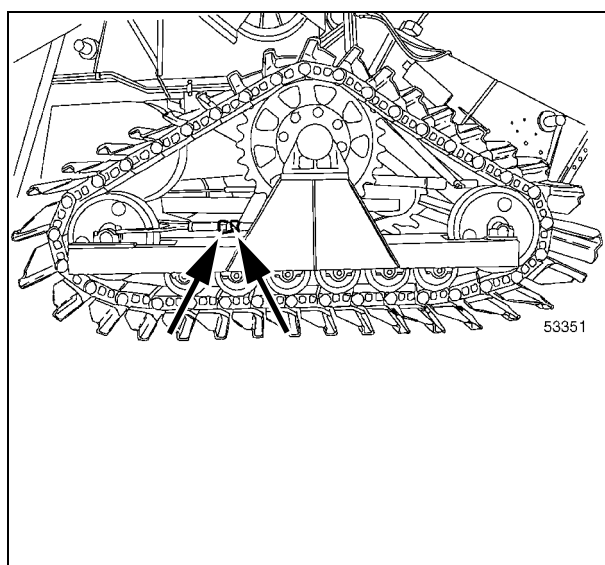

Рис. 47
- 1.) отпустите четыре гайки (10), которые крепят холостой ролик (11) к раме гусеницы;
- 2.) ослабьте захват (12);
- 3.) поверните натяжное устройство (13) таким образом, чтобы получить натяжение, указанное выше;
- 4.) затяните гайки (10), крепящие холостой ролик (11);
- 5.) законтрите захват (12);
- 6.) Заправьте смазкой **MF Grease EP** две масленки, изображенные на Рис. 47. Повторить эту операцию на противоположной стороне.